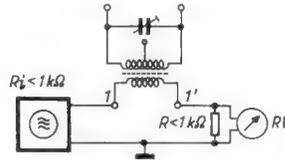

Bild 8. Abgleichschaltung. Einstellung der Parallelresonanzen des Übertragers sowie der Quarze auf Anzeigeminimum am Röhrevoltmeter RV
Die Abgleichschaltung zeigt Bild 8. Die einzelnen Abgleichvorgänge sind:
a) **Übertragerabgleich:** Bild 8. Die Parallelresonanz des Übertragers wird bei abgetrennten Quarzen durch einen Trimmer auf  $f = 470 \text{ kHz}$  eingestellt. Bei Parallelresonanz zeigt sich am Röhrevoltmeter ein Spannungsminimum.
b) **Abgleich der beiden Quarzparallelresonanzen:** Die Quarze werden wieder angeschlossen und das ausgangsseitig leerlaufende Filter nach Bild 8 angeschlossen. Die Senderspannung darf dabei 2 V nicht überschreiten, sonst können die Quarze zerstört werden.